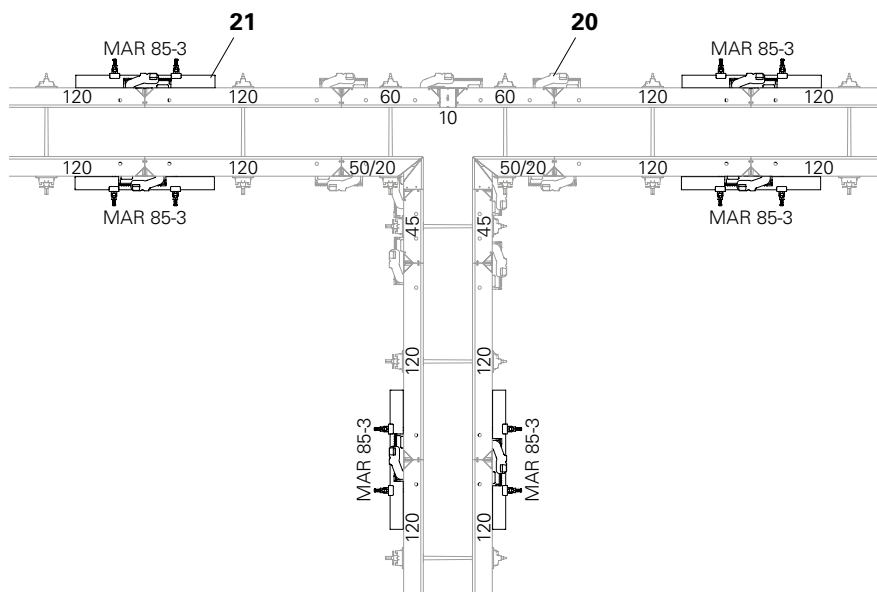

Fig. B6.01
Avec les panneaux de largeur $b \leq 120$ juste après les amorces de voile à 90° , poser une filière de compensation MAR 85 (21) pour renforcer le joint de panneau suivant. (Fig. B6.01)